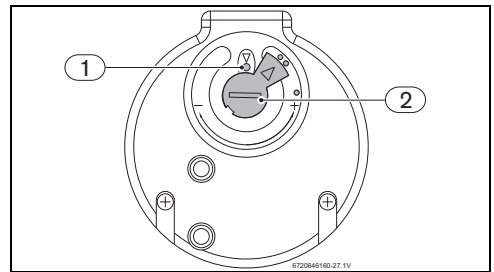

Bild 54 Temperaturregler
- ▶ Entstörknopf bis zum Anschlag eindrücken (→ Abb. 54, [1]).
Nach der Entstörung sicherstellen, dass sich der Temperaturregler in der in Abb. 54 dargestellten Position befindet. Versiegelung nicht beschädigen.